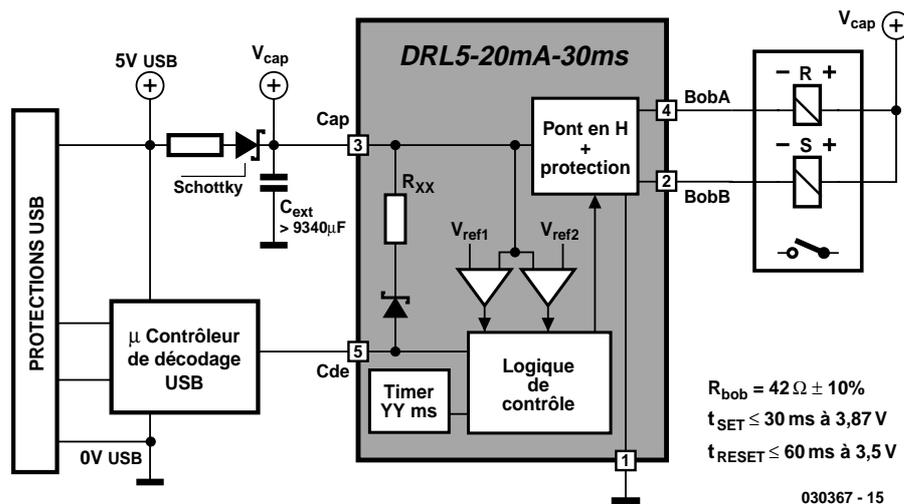

Figure 5. Mise sous/hors-tension secteur d'un périphérique USB.
**Mise sous/hors tension secteur d'un périphérique USB (figure 5)**